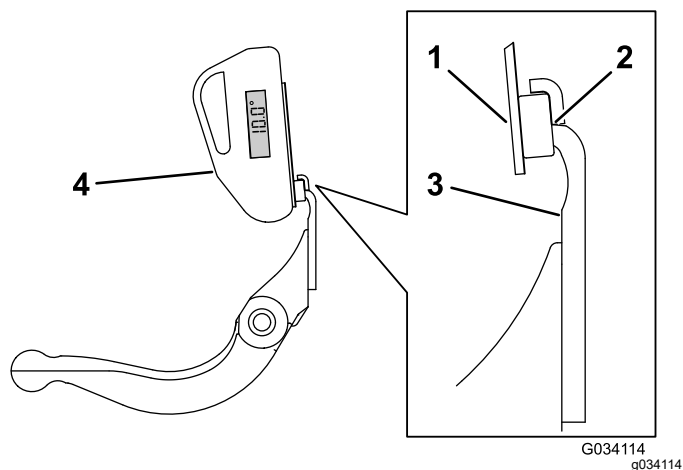

Figura 25
3. Coloque a montagem do indicador de ângulo na extremidade da lâmina de corte para que a extremidade do ímã fique alinhada com a extremidade da lâmina de corte (Figura 25).
4. Coloque o indicador de ângulo na montagem, como se mostra na Figura 25.